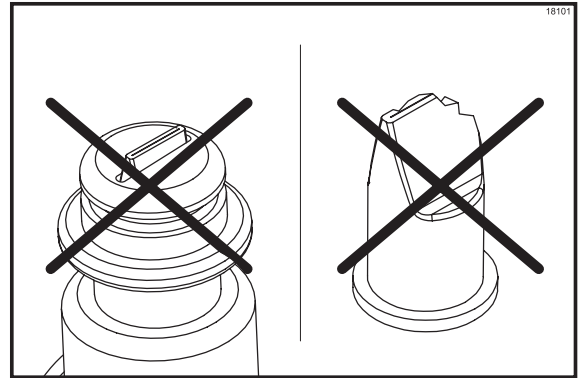

图 131
**注意：**如果鸭嘴阀损坏或伸出到糖浆鼻形管接头槽之外，则更换鸭嘴阀。（见图 131）